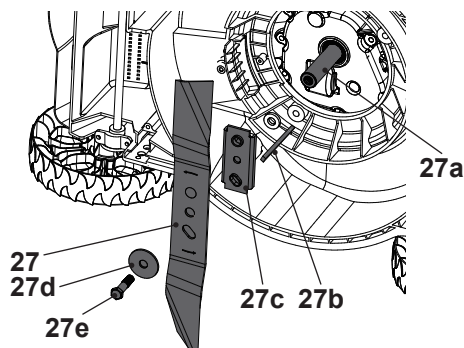

Fig. 20
1. Mantenha a parte inferior da carroceria e o dispositivo cortante(27) limpos e sem detritos. Remova os recortes da rampa de descarga traseira (26).
2. Verifique periodicamente o aperto de todas as porcas e parafusos antes da operação. Após uso prolongado, especialmente em condições de solo arenoso, o dispositivo de corte (27) ficará gasto e perderá parte da forma original. A eficiência de corte será reduzida e o dispositivo de corte deve ser substituído.
3. Mantenha o dispositivo de corte (27) afiado para garantir um bom desempenho de corte. Substitua um dispositivo de corte gasto ou danificado por um novo do mesmo tipo ou peça a um especialista qualificado para afiá-lo.
4. Se não for possível levantar o produto, incline-o para o lado direito de forma que a tampa do tanque de combustível (10) fique para cima. Isso ajuda a prevenir o derrame de combustível e dificultar o arranque devido ao inundamento do carburador (13).
5. Afrouxe o parafuso sextavado (27e) no sentido anti-horário usando uma chave adequada e remova-o junto com a arruela copo (27d), dispositivo de corte (27), porta-lâmina (27c) e pino (27b) do fuso (27a) (Fig. 20).
6. Substitua o dispositivo de corte (27) por um novo do mesmo tipo. Faça deslizar o pino (27b) para a ranhura do fuso (27a) e, em seguida, volte a colocar a porta-lâmina (27c). Verifique o estado da flange no porta-lâmina (27c), em seguida, fixe o dispositivo de corte (27) corretamente e fixe-o com a arruela copo (27d) e o parafuso sextavado (27e). Aperte o parafuso hexagonal no sentido dos ponteiros do relógio com 40 Nm mín, 50 Nm máx. para garantir a operação segura do seu produto (Fig. 20).